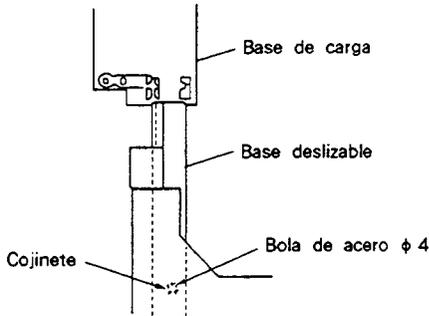
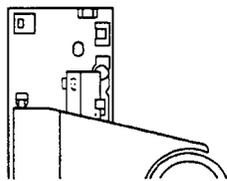

Fig. 9-9
Fig. 9-10
<p>Una vez finalizado el ajuste de retícula, vuelva a montar la bandeja del disco de acuerdo con el procedimiento siguiente.</p> <ol style="list-style-type: none"> <li>1. Extraiga el disco y el separador.</li> <li>2. Levantando el sujetador de abrazadera (marcado con ① en la Fig. 9-4) con la mano izquierda, sujete la bandeja con la mano izquierda como se indica en ② y deslice la base deslizable en los acopladores de resina rígida de la base de carga como se muestra en la Fig. 9-9 para reinsertar la bandeja del disco.</li> </ol> <p>En este momento, asegúrese de sujetar la bola de acero en su lugar con el dedo índice de la mano izquierda. Además, tenga cuidado para no dañar el panel frontal con la base deslizable y el cojinete de boals de acero (de la base deslizable).</p> <ol style="list-style-type: none"> <li>3. Inserte la base deslizable de forma que encaje en los dos acopladores de resina rígida de la parte posterior de la base de carga (consulte la Fig. 9-10).</li> <li>4. Inserte completamente la bandeja del disco.</li> </ol>